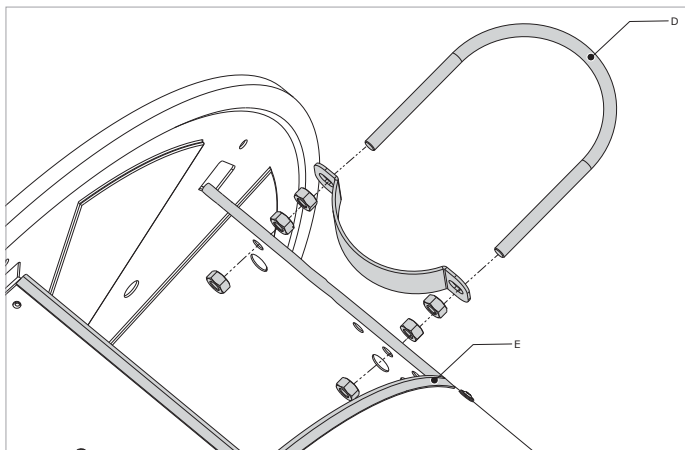

Fig. 4.3 Tendre le flexible
- Pliez le flexible en une courbe douce naturelle et fixez-le à l'aide du collier (D) (fig. 4.3).
- Montez la protection de bord de tôle (E) à l'ouverture du tambour où le flexible dépasse (fig. 4.3).
- Retirez la bordure (C), le couvercle du tambour (A) et la pince (B).
- Desserrez le collier de serrage sur l'adaptateur de tuyauterie (D) et retirez l'ancien flexible.
- Remontez le couvercle du tambour (A).